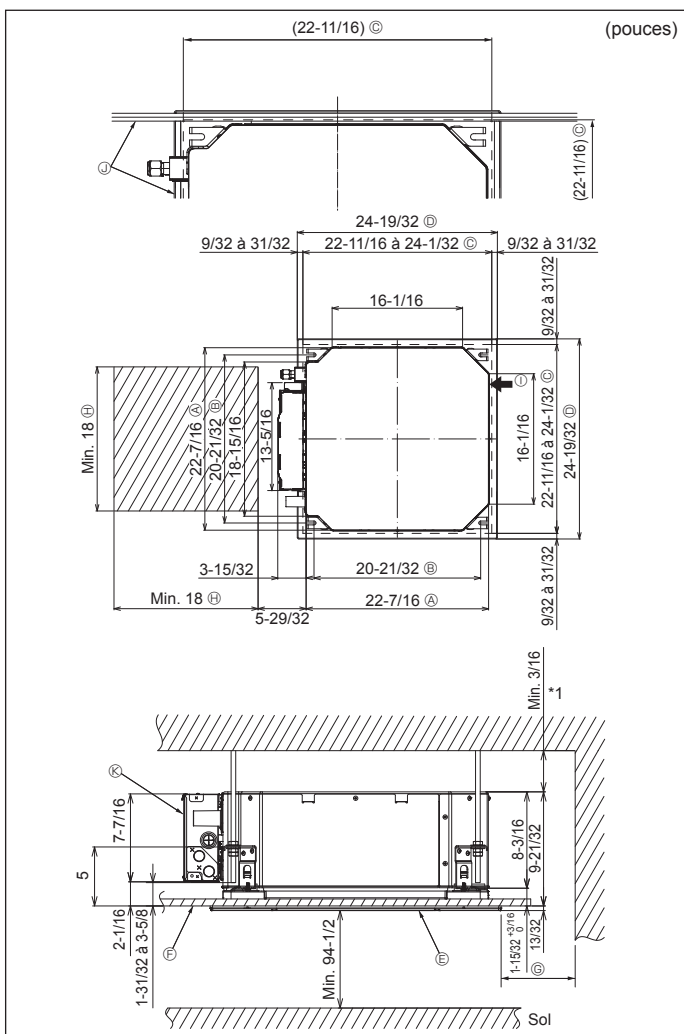

Fig. 4-2
④	Courroie (large)	6
④	Courroie (moyenne)	2
④	Courroie (petite)	2
⑤	Prise d'écoulement	1
⑥	Isolation	1
4.2. Emplacement d'installation des ouvertures au plafond et boulon de suspension (Fig. 4-2)